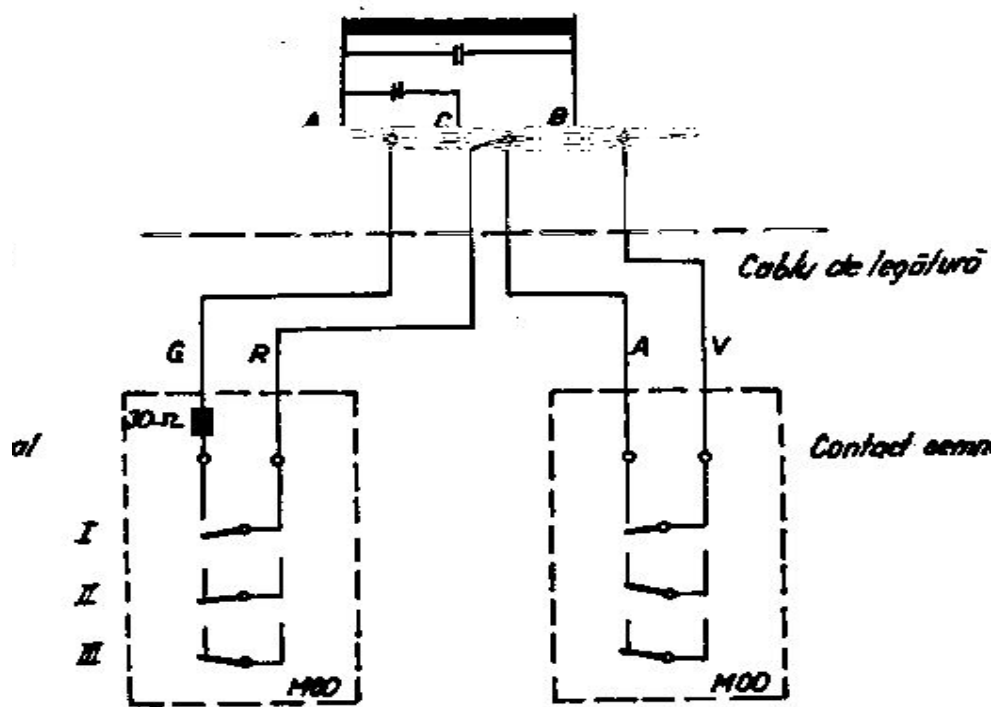
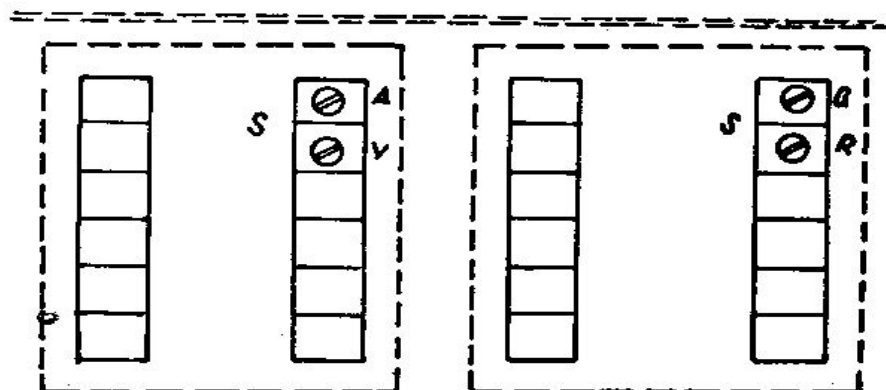

Fig. 35 Schema electrică și conectarea la semaforul cu un braț și prevestitor al semnalului de ieșire, echipat cu inductor de cale de 1000/2000 Hz
Fig. 36 Executarea conexiunilor în contactor
d) Semaforul cu un braț și prevestitor al semnalului de „ieșire”, în stare normală pe „oprește”, echipat cu inductor de cale de 1 000/2 000 Hz (fig. 35 și fig. 36).